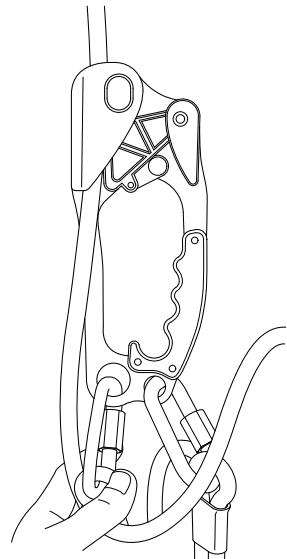

FIG. 3
4. Sganciare il braccio a molla e verificare che la funga venga trattenuta nella posizione corretta (Fig.3)